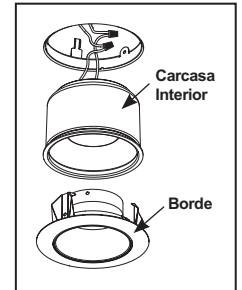

Figura 10
**Paso 2.** Jale la carcasa interior hacia abajo para quitar del accesorio. Desconecte los alambres rojo y negro que conectan el impulsador a la carcasa interior y póngalos a un lado. (Figura 10)
**Paso 2.** Jale la carcasa interior hacia abajo para quitar del accesorio. (Figura 10)